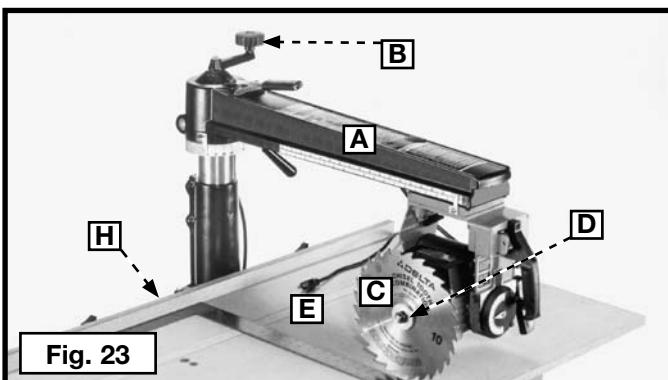

Fig. 23
- Lever le bras (A) Figure 23 en tournant la poignée d'élévation (B) jusqu'à ce qu'il soit possible d'attacher la lame (C) sur l'arbre du moteur. Serrer l'écrou d'arbre (D) en utilisant les clés fournies.
- Placer une équerre de charpentier (E) Figure 23 contre le guide (H). Abaisser le bras (A) Figure 23 jusqu'à ce que la lame ne soit plus en contact avec la surface du banc.